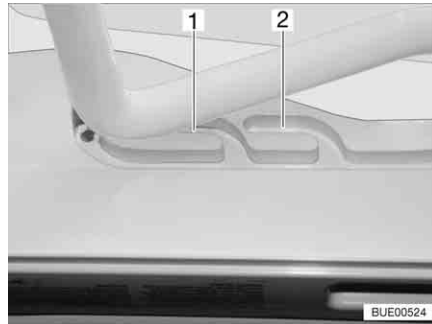
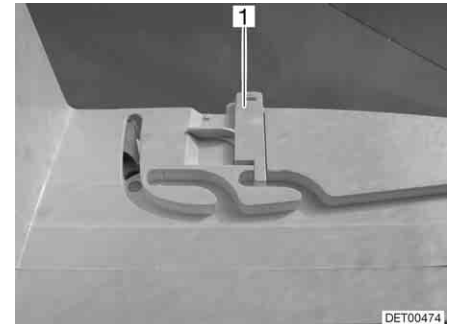

Fig. 21 Lanterneau basculant en position de ventilation
Fig. 22 Dispositif de verrouillage en position de ventilation
Il est possible d'amener le lanterneau basculant en deux positions de ventilation : Position pour mauvais temps (Fig. 21,1) et position intermédiaire (Fig. 21,2). Suivant le modèle, il est possible de verrouiller le lanterneau en position intermédiaire avec le verrou (Fig. 22,1).
- Pousser légèrement l'étrier vers le haut, le pousser dans la glissière choisie (Fig. 21,1 ou 2) et le verrouiller si nécessaire.